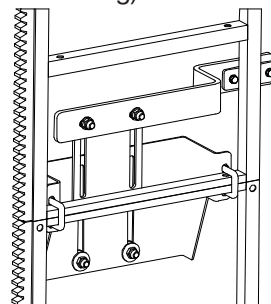

Abb. 5
4. Den Stromkabelhalter montieren (siehe Abb. 5 und Montagezeichnung).